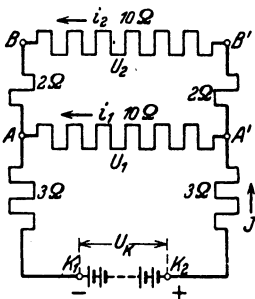

Abb. 16. Schaltung von Widerständen zu Aufgabe 75.
75. Eine Stromquelle erzeugt zwischen den Klemmen $K_1 K_2$ eine Spannung von 110 [200] V (Abb. 16). Die Widerstände der einzelnen Leiterstücke sind: $K_1 A = 3$ [2] Ω , $AB = 2$ [0,5] Ω , $AA' = 10$ [20] Ω , $BB' = 10$ [15] Ω , $B'A' = 2$ [0,5] Ω und $A'K_2 = 3$ [2] Ω . Gesucht: